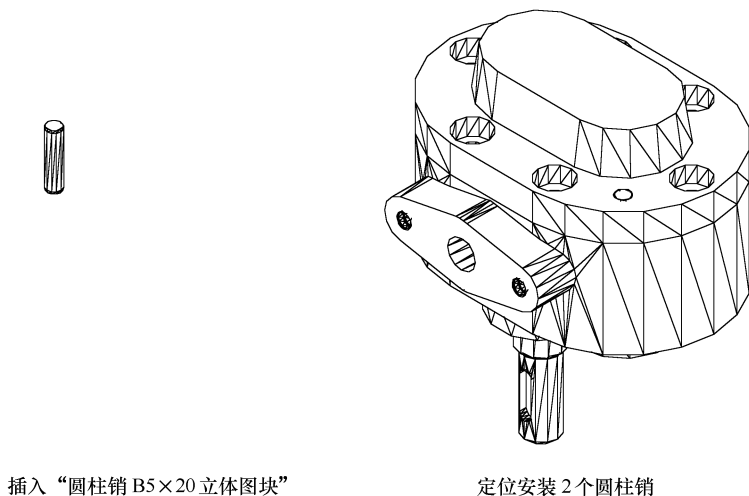

图 13-56 安装 2 个圆柱销 B5 × 20
Step 5 插入“圆柱销 B5 × 20 立体图块”，并定位安装：继续执行插入块操作，插入“圆柱销 B5 × 20 立体图块”。调用“复制”命令，定位复制安装 2 个圆柱销。安装 2 个圆柱销 B5 × 20，如图 13-56 所示。